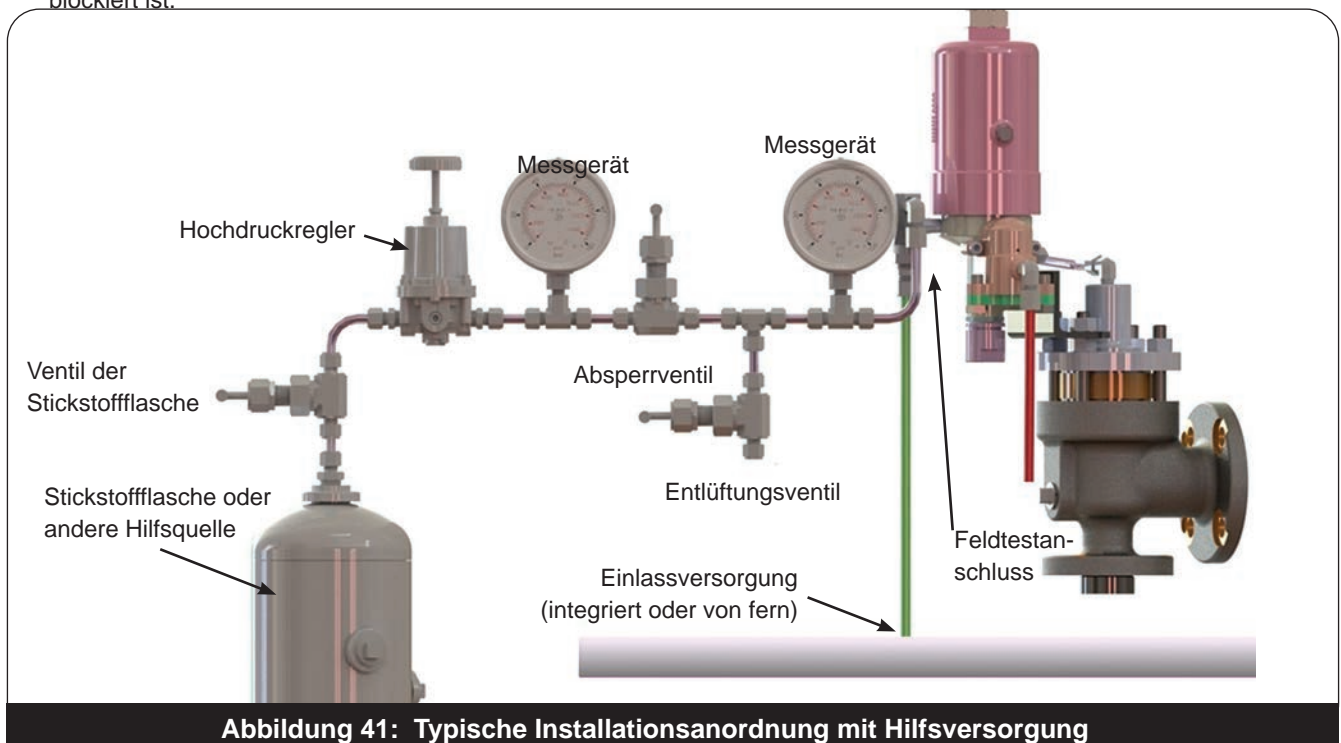

Abbildung 41: Typische Installationsanordnung mit Hilfsversorgung
Abbildung 41 stellt das empfohlene Schema für die Zufuhr von Hilfsdruck zum POSRV dar. Der „Anschluss an den Ventilprüfstopfen“ passt zum 1/4"-FNPT des Feldtestanschlusses.
2. Schließen Sie die **Feldtestanordnung** an den **Feldtestanschluss** an (Abbildung 41).